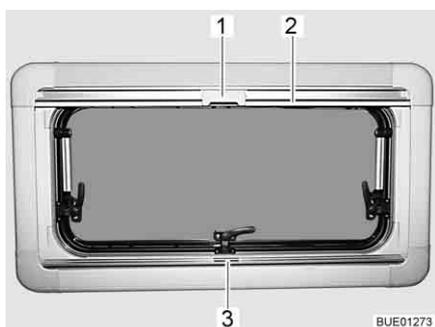

Fig. 85 Janela de projetar
Fechar: ■ Pegue no estore opaco plissado pelo meio da régua de manipulação (Fig. 85,3), puxe-o de baixo para cima e largue à altura pretendida. O estore opaco plissado fica parado a essa altura.
Fechar: ■ Puxe a mosquiteira para baixo, agarrando pela régua de manipulação (Fig. 85,2), até esta encostar na régua de manipulação do estore opaco plissado (Fig. 85,3).
■ Trave o entalhe (Fig. 85,1) na mosquiteira com a régua de manipulação do estore opaco plissado.
Abrir: ■ Empurre para trás o entalhe (Fig. 85,1) na parte de cima da mosquiteira.
■ Guie a mosquiteira lentamente para trás na régua de manipulação (Fig. 85,2).